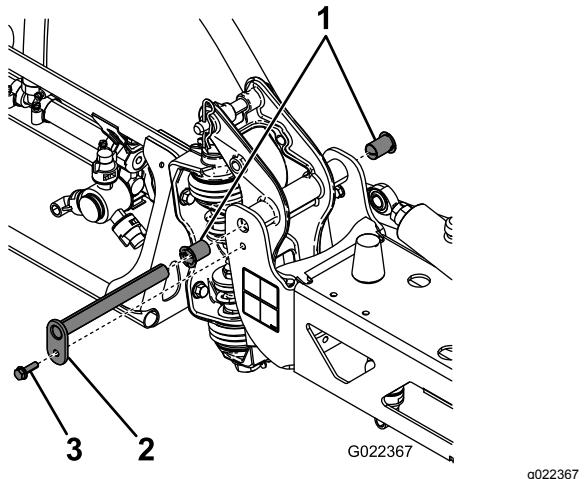

図 57
3. ブームを支えておきながら、ピボットピンをブームアセンブリに固定しているボルトとナットを取り外す図 57。
6. ナイロンブッシュを取り外し、ピボットブラケットの前面および後面側から見て点検する図 57。
8. センターフレームにブーム&ピボットブラケットアセンブリを取り付け、開口部を整列させる図 57。